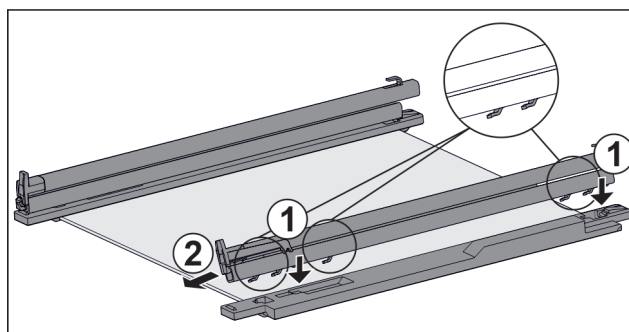

Fig. 132 Staklena ploča s vodičicama i pridržnim dijelovima
- ▶ Stavite kuke vodilice na otvore **lijevog** pridržnog dijela. *Fig. 132 (1)*
- ▶ Skinite vodilicu prema naprijed. *Fig. 132 (2)*
- ▶ Stavite kuke vodilice na otvore **desnog** pridržnog dijela. *Fig. 132 (1)*